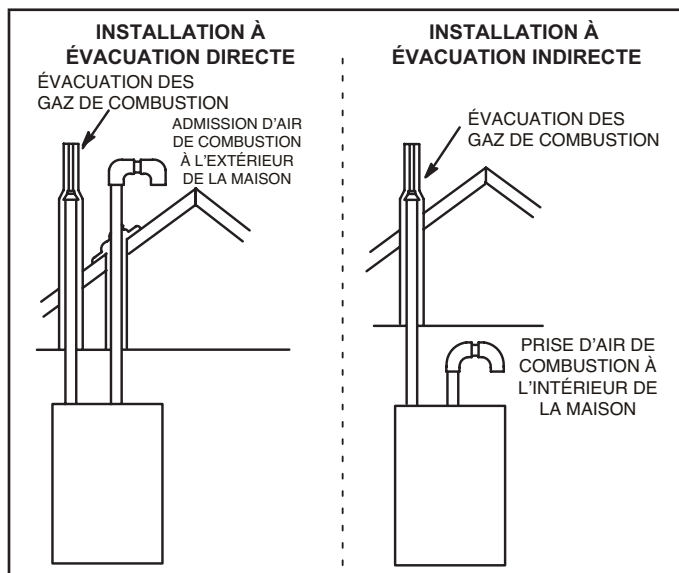
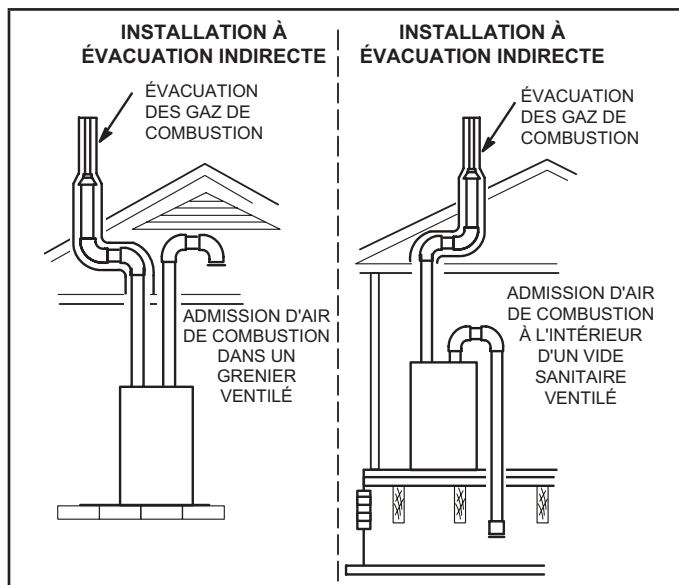

FIGURE 1
FIGURE 2
**REMARQUE** - En évacuation directe, l'air de combustion est prélevé à l'extérieur et les gaz de combustion sont évacués à l'extérieur. En évacuation indirecte, l'air de combustion est prélevé à l'intérieur, dans un grenier ventilé ou un vide sanitaire, et les gaz de combustion sont évacués à l'extérieur. Voir la FIGURE 1 et la FIGURE 2 pour les installations à terminaison sur toit.